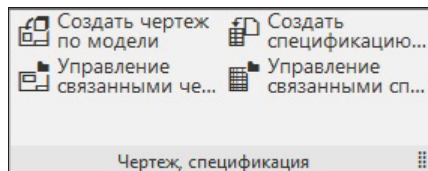

Рис. 25.13. Панель инструментов Чертеж, спецификация
- ♦ Панель инструментов **Чертеж, спецификация** (рис. 25.13) по умолчанию не активна. Она становится активной при создании модели сборки. Кнопки команд используются для создания чертежа со сборки и спецификации;